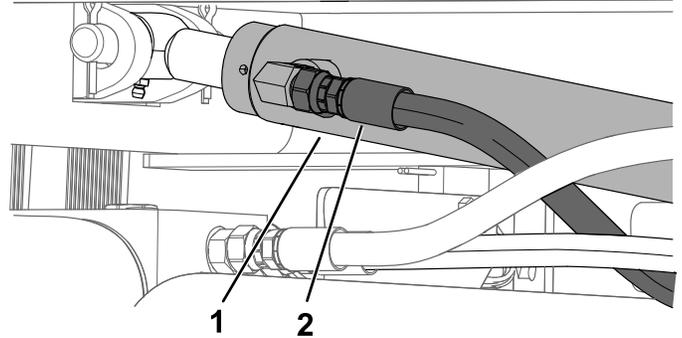

Figura 13
2. Coloque un recipiente de vaciado grande debajo del cilindro de elevación de la tolva (Figura 13).